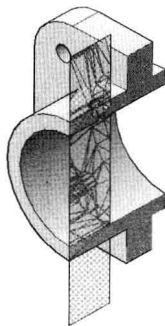

图 9-3-3
(3) 双击截面对象，模型被剖切，效果如图 9-3-3 所示。